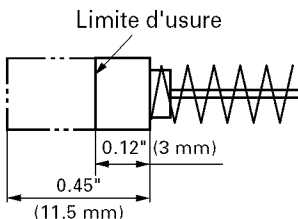

Fig. 13
4. Contrôle des balais en carbone (Fig. 13)